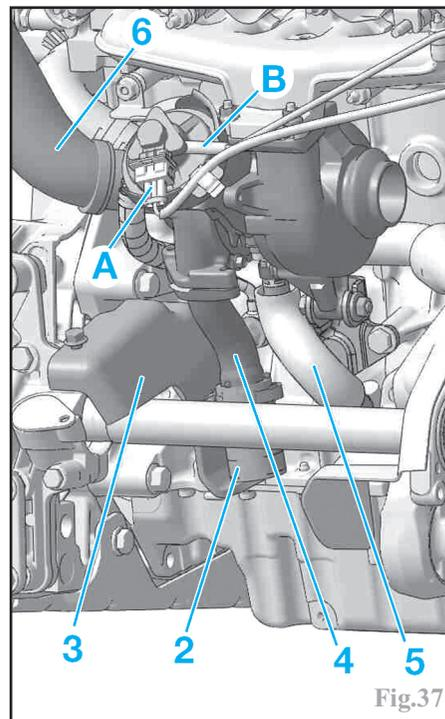

Fig.37
Débrancher le connecteur (A) ainsi que le tuyau à dépression (B) (Fig.37).